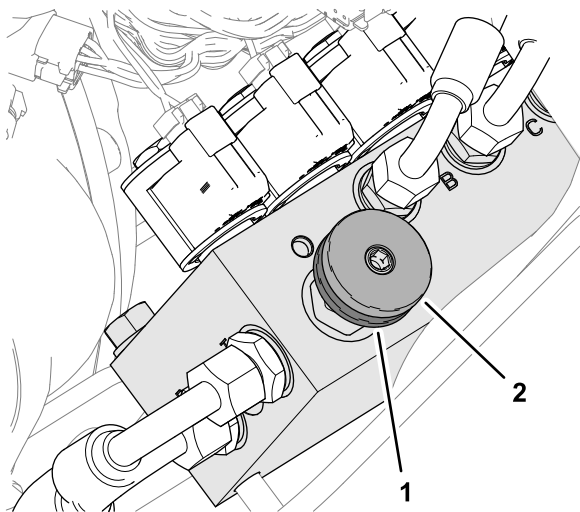

Figura 31
Para activar la transferencia de peso: Puede variarse la cantidad de peso transferida dependiendo de las condiciones de trabajo, girando la rueda de transferencia manual de peso (Figura 31):
1. Afloje la contratuerca de la válvula $\frac{1}{2}$ vuelta en sentido antihorario y sujétela en esa posición (Figura 31).
2. Gire la rueda manual de la válvula (Figura 31) en sentido antihorario para reducir la transferencia de peso o en sentido horario para aumentar la transferencia de peso.